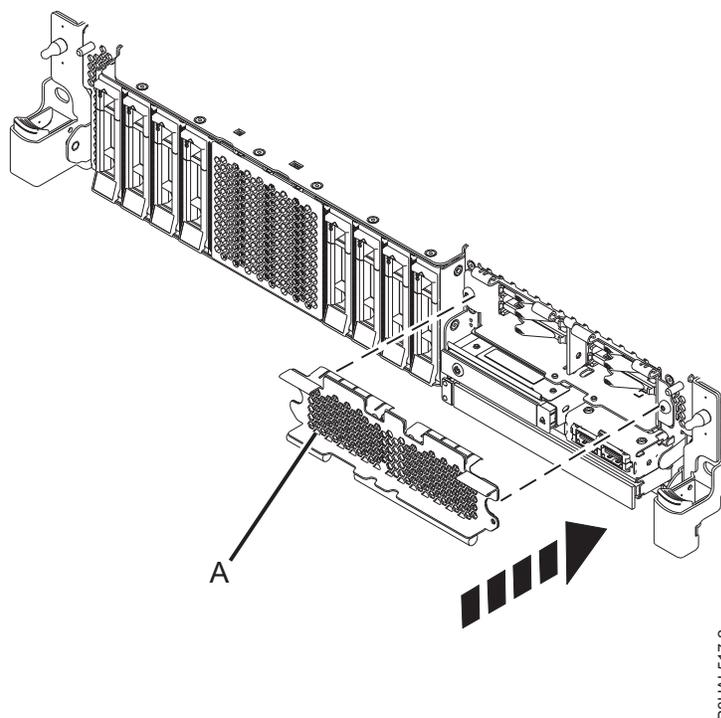

図 47. 拡張機能 システム内の SSD ケージのカバー
3. 該当する場合は、52 ページの図 47 に示すように穴開きプレート (A) で SSD ケージを覆います。